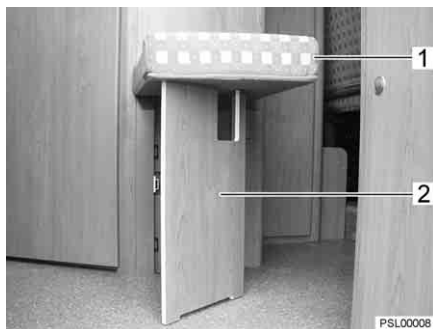

Bild 32 Klapphocker
- Die Sitzfläche (Bild 32,1) nach oben klappen und halten.
- Die Stütze (Bild 32,2) so auffalten, dass die Sitzfläche möglichst großflächig und gleichmäßig abgestützt wird.